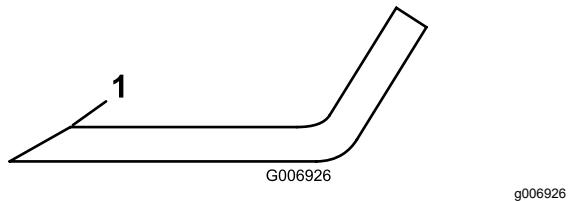

Figura 76
5. Inspeccione los filos de corte de todas las cuchillas. Afílelos si están romos o tienen mellas. Afile únicamente la parte superior del filo y mantenga el ángulo de corte original para asegurar un afilado correcto (Figura 76).
6. Si está romo o tiene desperfectos, afile únicamente el filo superior y mantenga el ángulo de corte original (Figura 76).